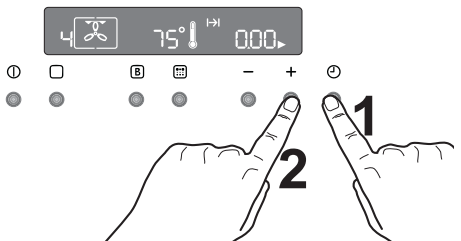

Abb. 9
2. Die Taste  drücken, um die Funktion "Gardauer" zu wählen. Das Gardauersymbol  blinkt und auf dem Display wird "0.00" angezeigt (Abb. 9).